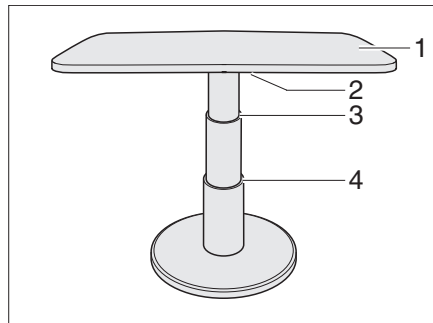

Bild 101 Hubtisch der Rundsitzgruppe
- Den Verriegelungshebel (Bild 101,2) nach links schwenken. Die Verriegelung ist offen.
- Die Tischplatte (Bild 101,1) in der Mitte bis zum gewünschten Anschlag (Bild 101,3 oder 4) nach unten drücken und gedrückt halten.